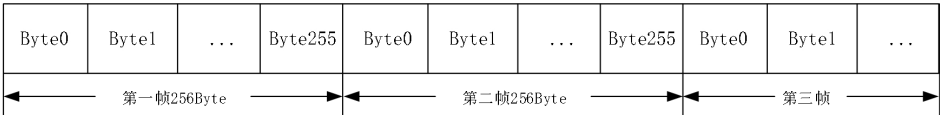

图 7.17 字节分帧示意图
- 字节分帧：该配置用于限制单帧数据包的最大长度，当串口收到“字节分帧”设定数量的字节时会已将收到的数据作为一个数据包转发出去。如图 7.17 所示，当“字节分帧”设置为 256 时，则串口每接收 256Byte 时就会自动分帧。